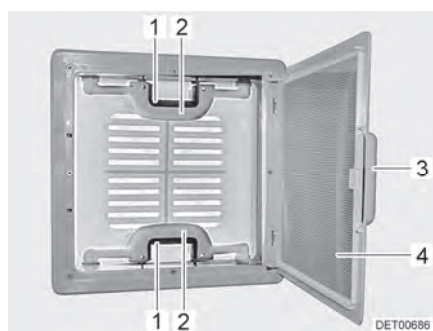

Bild 28 Taklucka med snäpplås
- Drag i handtaget (Bild 28,3).
- Fäll ned insektsskyddet (Bild 28,4).
- Tryck snäpplåset (Bild 28,1) mot takluckans insida. Tryck samtidigt takluckan uppåt med handtaget (Bild 28,2).
- Fäll upp insektsskyddet (Bild 28,4) så att det hakar i.
- Drag kraftigt ner takluckan med hjälp av båda handtagen (Bild 28,2) så långt, att snäpplåsen (Bild 28,1) går i lås.